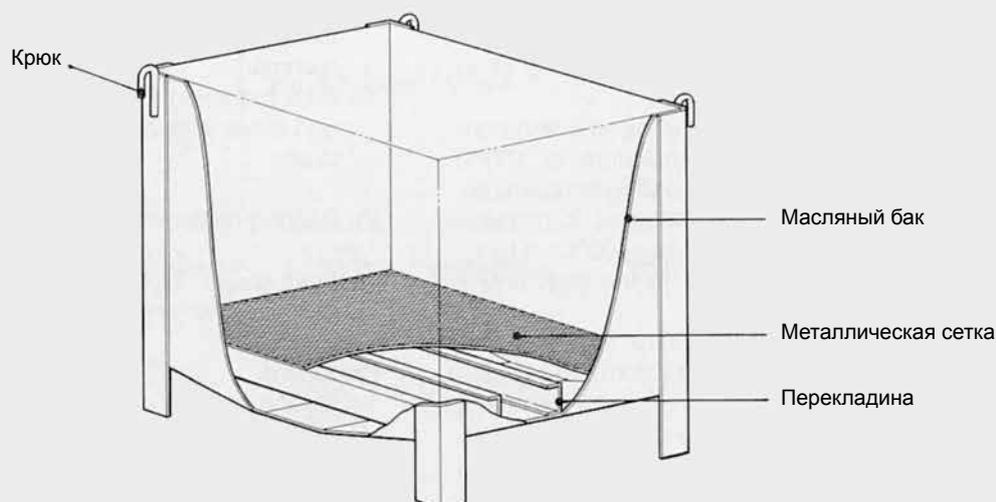
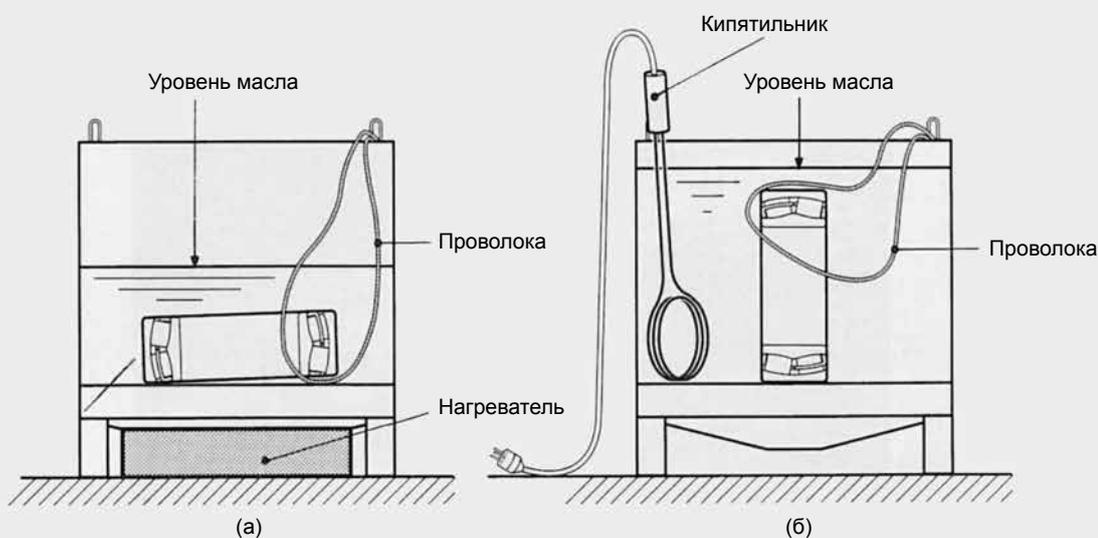

Рис. 6.4 Конструкция ванны подогрева масла
Рис. 6.5 Способ нагрева
- a) С применением ванны для разогрева маслом (Рис. 6.4 и Рис. 6.5 (а)(б))